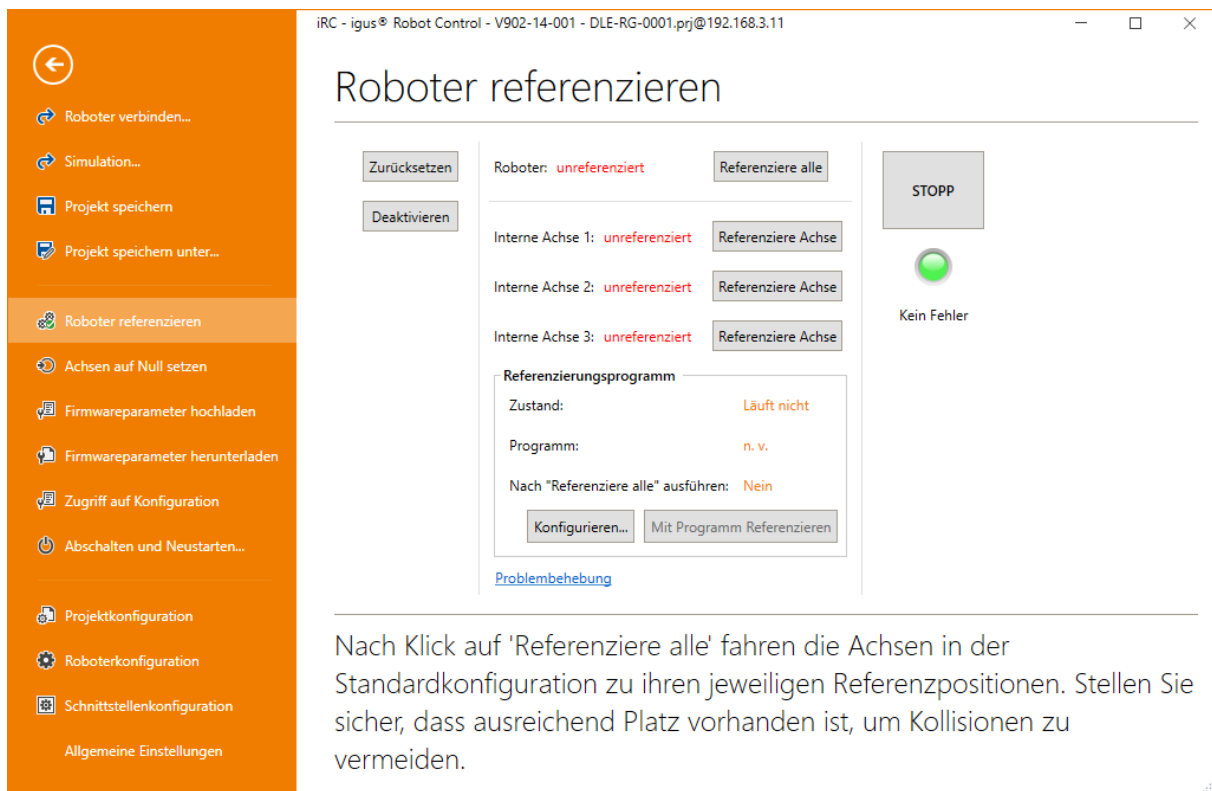

Abbildung 14: Referenzierung der Achsen.
4. Klicken Sie auf die Schaltflächen "Referenziere Achse", um mit der Referenzierung einer Achse zu beginnen, siehe Abb. 14. Mehrere Gelenke können die Referenzierung parallel durchführen.